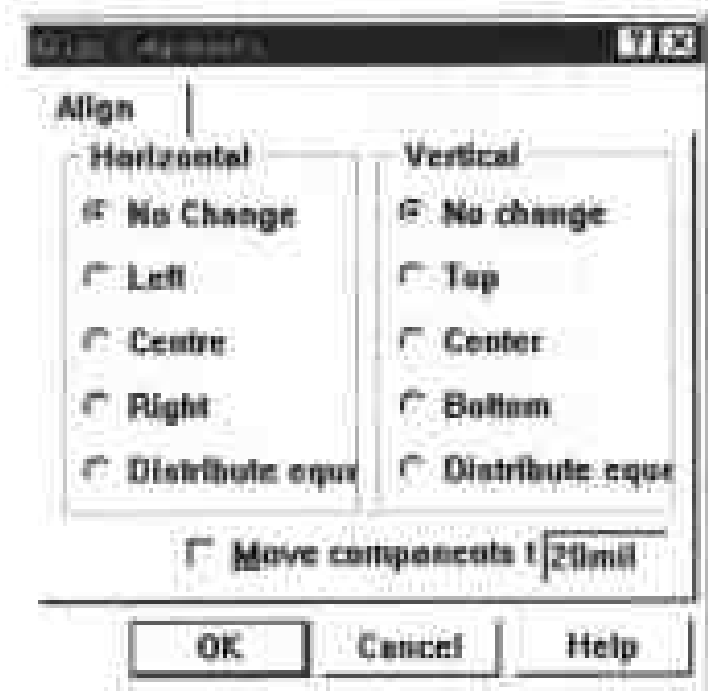

图 5-173 对齐设置对话框
(2) Align...: 单击该命令, 系统将弹出零件封装对齐设置对话框, 如图 5-173 所示。该对话框有两个区域, 即: “Horizontal”和“Vertical”, 下面详细介绍对话框的各个选项。